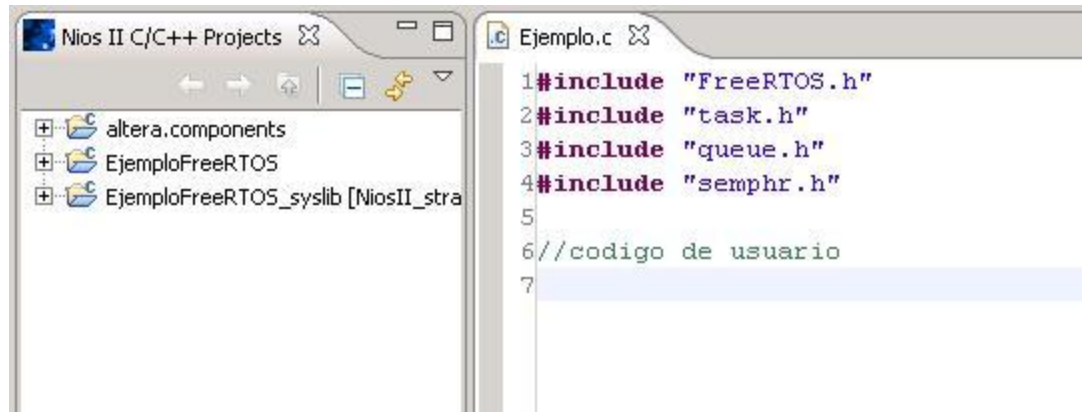

Figura C36 Codificación de la Aplicación
11. Incluir los archivos de cabecera *.h* correspondientes a FreeRTOS y codificar aplicación, como se muestra en la Figura C36.